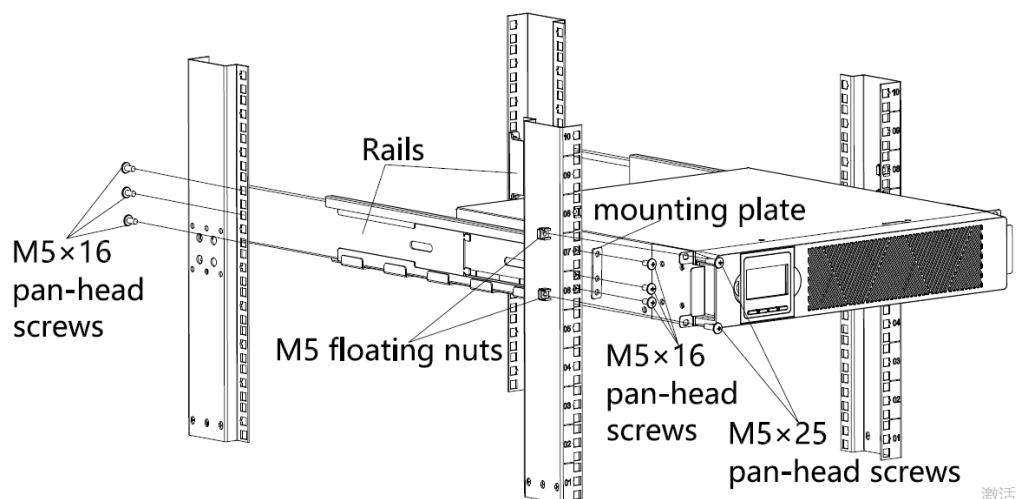

Abbildung 1: Anpassen der Schiene
- a) Befestigen Sie die linke und rechte Schiene wie in Abbildung 1 dargestellt mit der hinteren Schiene. Ziehen Sie die Schrauben nicht fest. Passen Sie die Größe der Schienen an die Tiefe Ihres Serverschranks an.
- b) Wählen Sie im Serverschrank einen Platz der passenden Größe zur Positionierung der USV aus (siehe Abbildung 1). Die Schiene ist an vier Positionen am vorderen und hinteren Ende des Schanks befestigt.